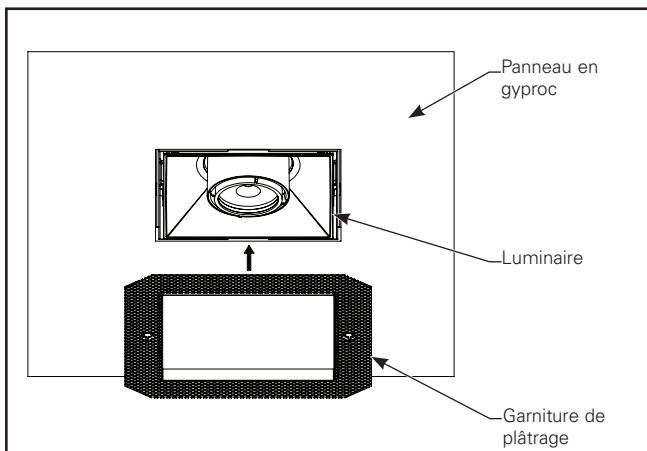

Figure 1.9.
6. Une fois le panneau en gyproc installé, ajoutez la garniture de plâtre sur le panneau (figure 1.9).